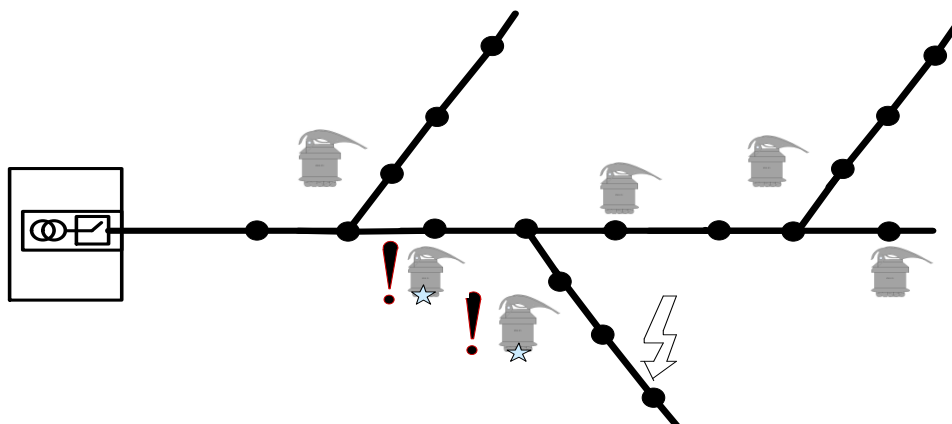

Рисунок 10 – Установка индикаторов на линии с длинным стволом и длинными ответвлениями
- на линии с длинным стволом и длинными ответвлениями комплекты устанавливаются в начале контролируемых ответвлений и за местом разветвления, на ближайших промежуточных опорах (Рисунок 10).